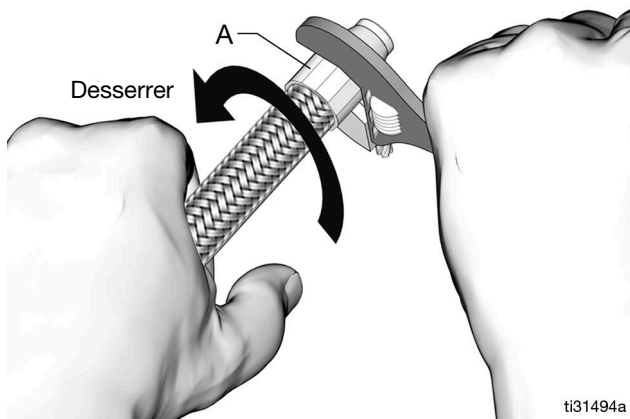

FIG. 66
- Utiliser une clé pour terminer le serrage de la douille (a) jusqu'au fond. Puis desserrer de 1/4 à 1/2 tour (FIG. 66).